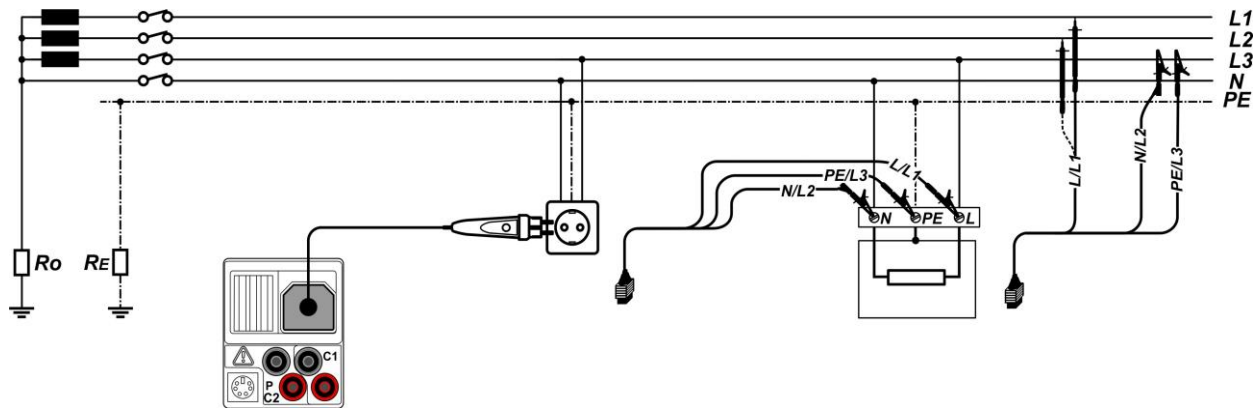

Abbildung 5.28: Phase-Neutralleiter- oder Phase-Phase-Leitungsimpedanzmessung – Anschließen des Stecker-Commanders und der 3-Leiter-Prüfleitung
- Schließen** Sie die Prüfleitungen am Prüfling an (siehe *Abbildung 5.28*)